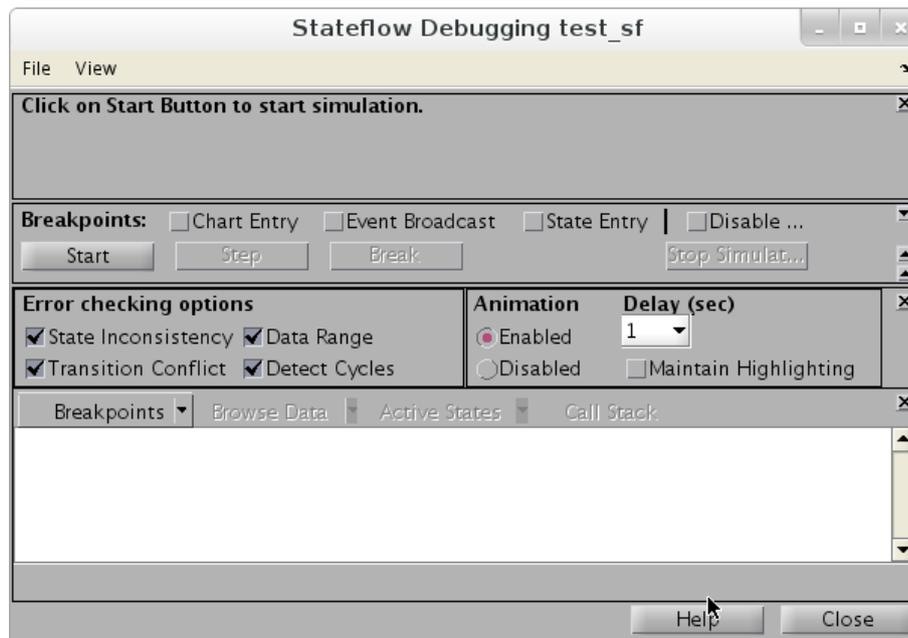

Figura 6.1: Finestra di debugging
Per visualizzare una animazione della macchina a stati occorre aprire la finestra di debug dall'editore di stateflow (figura 6.1). Si può notare il valore del campo “Delay(sec)” (1) vicino ad “Animation”.